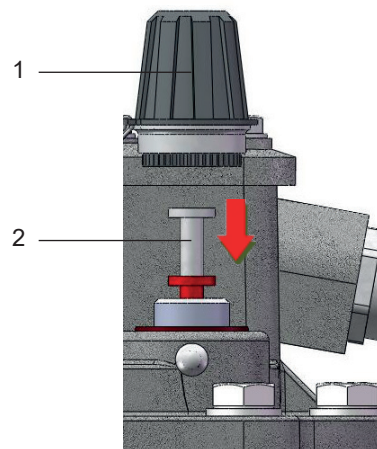

Рис. 8 – Кнопка контроля
- Отвинтить большую колпачковую гайку (рис. 8/ № 1).
- Кнопку контроля (рис. 8/ № 2) нажать до упора и удерживать в этом положении.